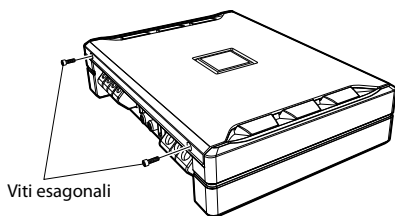

Fig. 1
1. Rimuovere le viti esagonali utilizzando la chiave esagonale in dotazione (piccola). (Fig. 1)